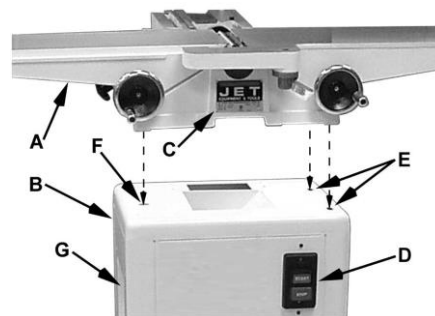

Рис. 2
Установите станок на стенд так, чтобы шкивы располагались на одной стороне, и прикрутите его с помощью поставляемых в комплекте трех специальных болтов и контршайб. Закручивать болты следует снизу (См. Рис. 2).
Как показано на рис.2:
2. Выверните два отверстия на верхней части стенда (E) с отверстиями в фуговальном узле, контролируя их положение через крышку на задней стороне стенда.
3. Прикрепите стенд к фуговальному узлу с помощью двух болтов M10x16 и контршайб (H, рис.2). На данном этапе затяните их только вручную.
4. Выверните третье отверстие в стенде (F) с отверстием в фуговальном узле, контролируя его положение через вытяжной штуцер (G).
5. Установите третий болт M10x16 и контршайбу через вытяжной штуцер (G), чтобы закрепить узел на стенде.
6. Затяните все три болта H (рис. 2) с помощью 14-мм ключа.